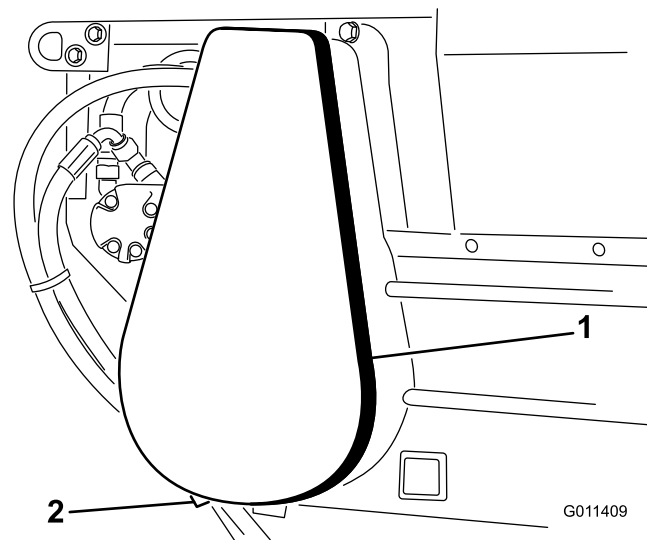

Figura 24
1. Togliete il gruppo coperchio cinghia e il distanziale (Figura 24).